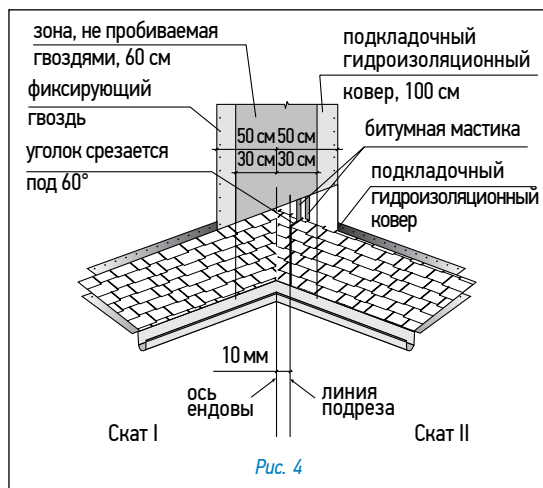

Рис. 4
Ендова (рис. 4)
- лист, подходящий к ендове со ската II, должен доходить до линии подрезки и обрезаться по ней. Верхний уголок обрезанного края листа подрезается под углом 60° (5 × 3 см — рис. 4);